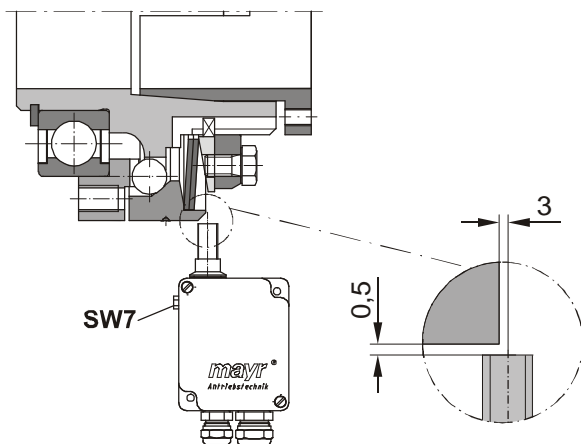
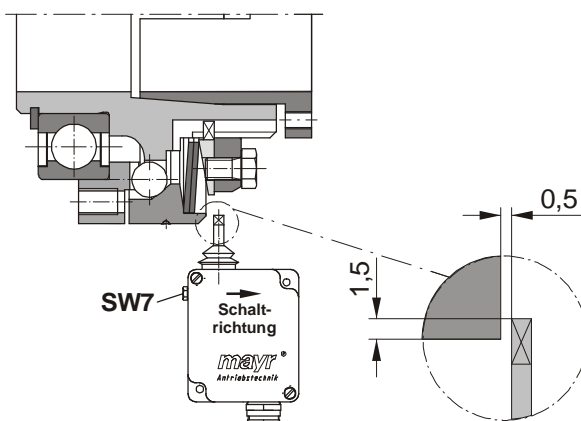

Bild 12: Berührungsloser Endschalter
Bild 13: Mechanischer Endschalter
Maß "a" ist der Abstand von Einstellmutter-Stirnseite (5) bis Dichtring-Stirnseite (16), siehe Bild 12, Tabelle 3.
Der Schaltrichtungspfeil am Gehäusedeckel des mechanischen Endschalters zeigt in Richtung Einstellmutter (5), bzw. in Hubrichtung der Druckscheibe (3), Bild 13. Stellen Sie die Schalterabstände für den berührungslosen und mechanischen Endschalter nach Bild 12 bzw. Bild 13 ein. Der Abstand der Druckscheibe (3) vom Schaltpunkt kann mit einer Sechskantschraube SW 7 fein justiert werden (Bild 12 und 13).